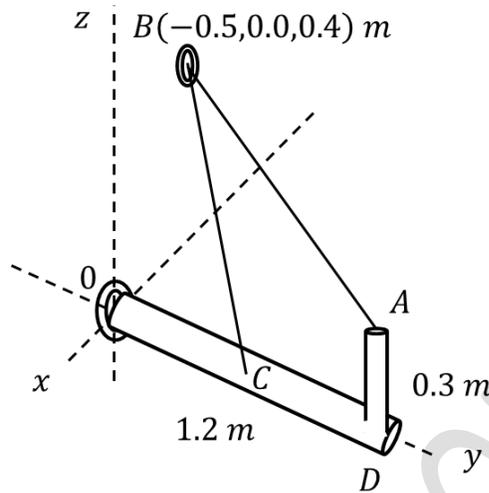

Fig. 1.6.
- 1.9.- El cable AB de la Fig. 1.6 tiene una tensión de 2 (kN), siendo $\overline{OC} = \overline{CD} = 0.6$ (m). Determinar: